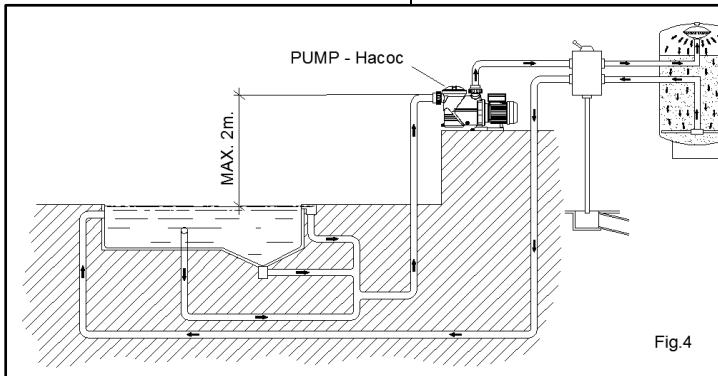

Fig.4
- If you have to install a pump model "self-priming" above water level, the difference in height should not exceed 2 meters (Fig. 4), ensuring that the suction pipe is as short as possible as, a longer pipeline increases the suction time and the loss of head of the installation.
- При необходимости установки "самозаливного" насоса выше уровня воды разность по высоте не должна превышать 2 метра (Рис. 4), при этом приемная труба насоса должна быть максимально короткой во избежание увеличения времени всасывания и потери давления в насосной установке.